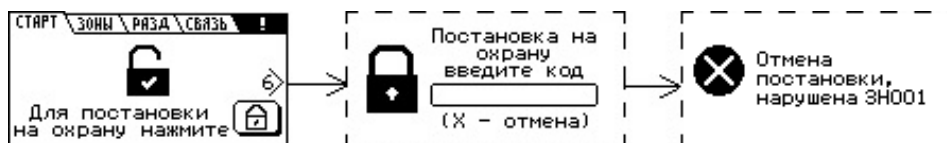

Рисунок 17 – Постановка на охрану раздела запрещена – нет связи с ПЦН
6) Если в раздел входит охранная зона, и она находится в нарушенном состоянии, или отсутствует связь прибора с ПЦН по основным каналам, в этом случае постановка раздела под охрану запрещена, звучит сигнал ошибки – длинный звуковой сигнал низкого тона (рисунок 17).